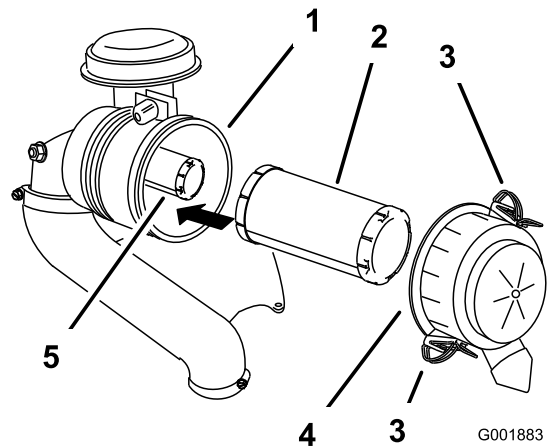

Figure 45
- Sortez le préfiltre du boîtier du filtre avec précaution (Figure 45).
- Ouvrez les dispositifs de verrouillage du filtre à air et détachez le couvercle du boîtier du filtre (Figure 45).
2. Si vous remplacez l'élément intérieur, insérez-le avec précaution dans le boîtier du filtre (Figure 45).
3. Placez ensuite le préfiltre sur l'élément de sécurité avec le même soin (Figure 45).
4. Remettez en place et verrouillez le couvercle du filtre à air (Figure 45).